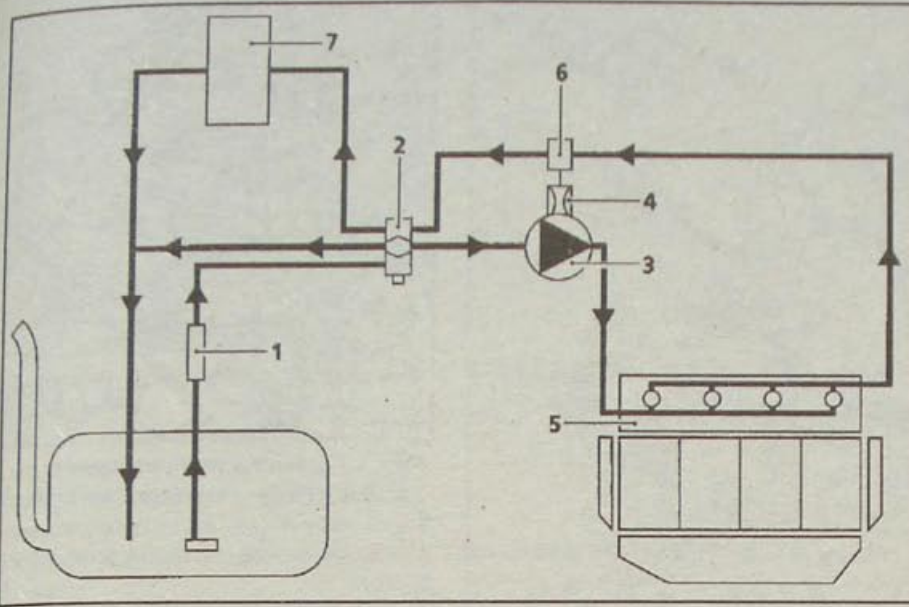

Рис. 4.43. Схема топливной системы:
- топливный насос низкого давления (1, рис. 4.43), расположенный между впускным трактом и топливным фильтром;
- топливный фильтр (2);
- топливный насос высокого давления (3);
- регулятор высокого давления (4), установленный на ТНВД;
- топливораспределительную магистраль (5) с датчиком давления топлива;
- кран перезаправки системы подачи топлива (6), открытый при нормальной работе двигателя;